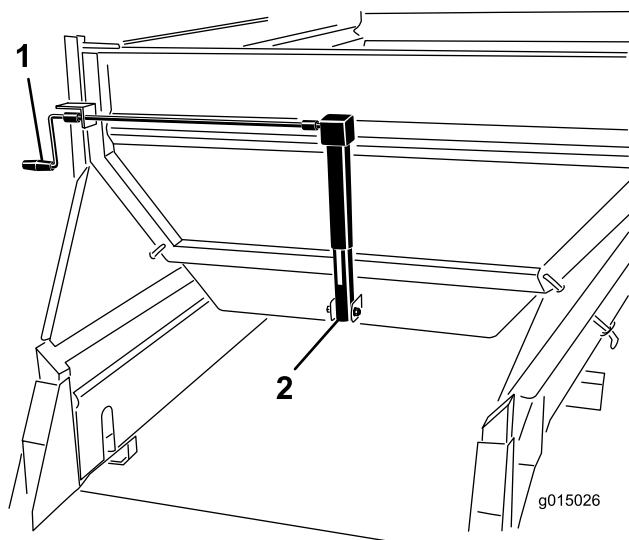

Figura 45
Rode o arrancador para ajustar a porta (Figura 45) até que a seta fique alinhada com o centro da cor desejada (amarelo, neste exemplo).
1. Rode o arrancador para ajustar a porta (Figura 45) até que a seta fique alinhada com o centro da cor desejada (amarelo, neste exemplo).